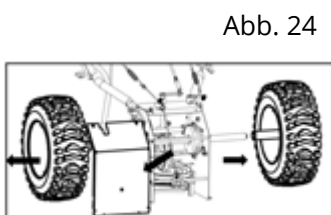

Abb. 24
b. Entfernen Sie die Räder. Siehe Abbildung 24.